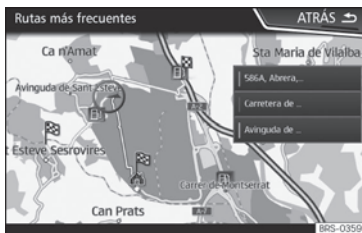

Fig. 237 Navegación predictiva
- En la pantalla principal del Menú de navegación, pulse en la ventana emergente la tecla **Rutas frecuentes**. Para visualizar las rutas habituales pulse el botón **Mostrar en mapa** » **fig. 237**.